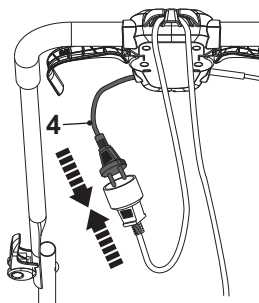

Fig. 9
3. Conecte el cable de alimentación (4) a la toma del alargador (Fig. 9).